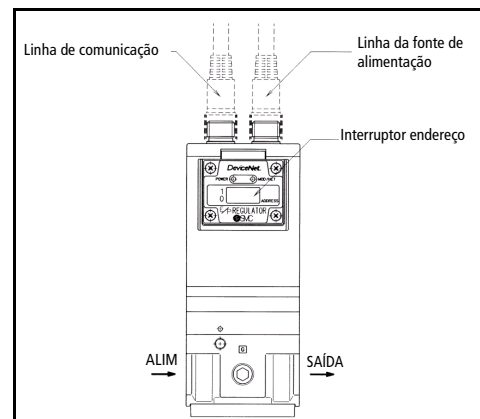

Fig 6
1. O ajuste de um interruptor de endereço exige retirar 4 parafusos no painel frontal da unidade (Fig 6). Tenha em conta que o painel levanta-se a 90 graus máximo.